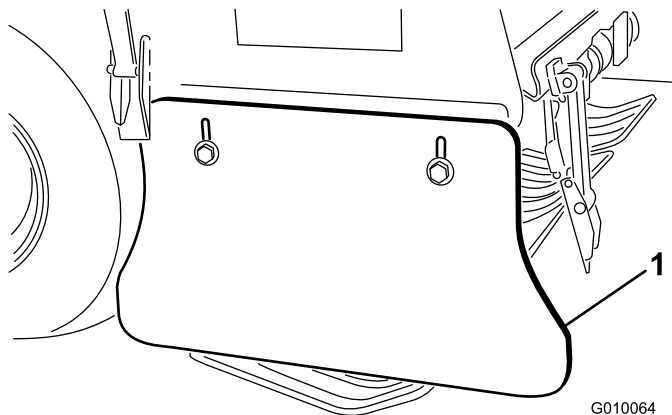

Bild 62
1. Lösen Sie die Schrauben und Muttern, mit denen das seitliche Schutzblech am Rahmen befestigt ist (Bild 62).